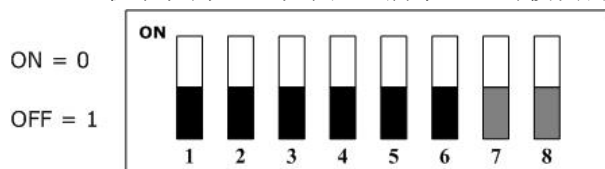

图 1.5 拨码开关设置使模块的波特率和 MAC ID 值为默认值
- 波特率开关设定值为 3 且MAC ID 开关设定值为 63 时, 模块的波特率默认为 1000kbps, MAC ID值默认为 63, 如图 1.5所示, 此时模块会存储默认波特率。
注意: 当模块拨码开关设定值为全OFF时, 如图 1.5所示, 此时如果通过网络配置节点的波特率或者节点地址, 在配置完毕时必须重新启动, 在重新启动之前, 请将拨码开关 1~6 位任意拨至ON状态; 否则重新启动时, 由于模块拨码开关设定值为全OFF状态, 模块的波特率默认为 1000kbps, MAC ID值默认为 63。